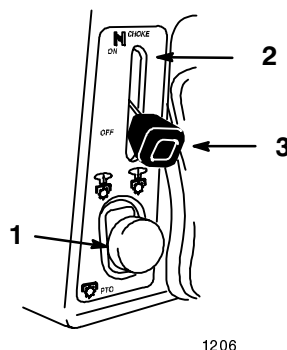

Figure 3
3. Poussez la commande de prise de force (PdF) en position débrayée (Fig. 3).
4. Placez la manette de starter en position de fonctionnement ("ON") (Fig. 3).
1. Poussez la commande de prise de force (PdF) en position débrayée (Fig. 3).